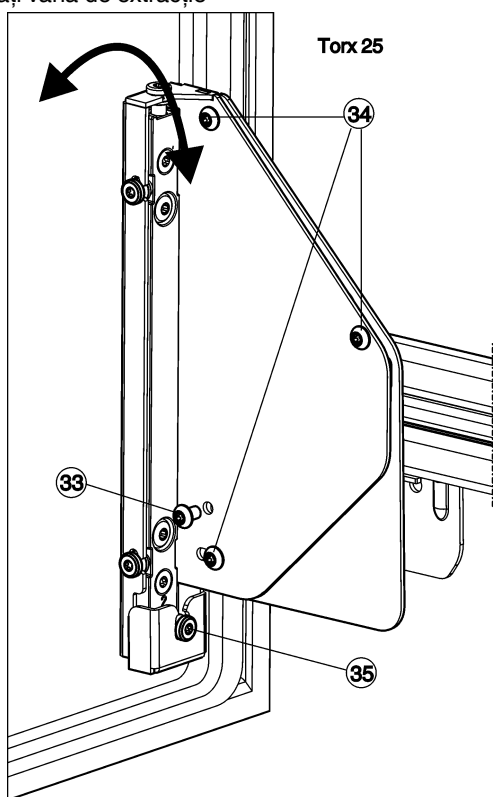

Fig. 26
- ▶ Deșurubați și scoateți complet șurubul Fig. 26 (34).
- ▷ Eliminați ca deșeu șurubul Fig. 26 (33), acesta nu mai este necesar.
- ▶ Desfaceți șuruburile Fig. 26 (34) numai cu 1 până la 2 rotații.
- ▶ Rotiți șurubul de corecție a poziției Fig. 26 (35). În sens orar: ușa se îndepărtează sus de corpul aparatului. În sens anti-orar: ușa se apropie sus de aparat și se îndepărtează jos de corpul aparatului.
- ▶ După încheierea corecției înclinației, strângeți din nou ferm toate șuruburile Fig. 26 (34).